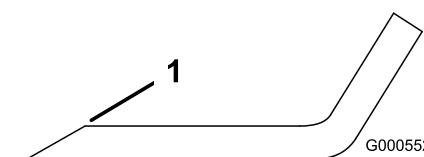

Рисунок 75
**Примечание:** Если нож не сбалансирован, удалите некоторое количество металла только с конца области загиба (Рисунок 75).